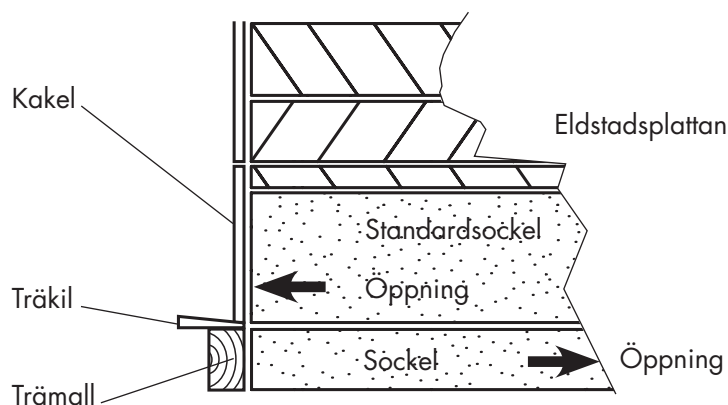

Bild 1
- Loda in mitten. (**Bild 1** sid 21)